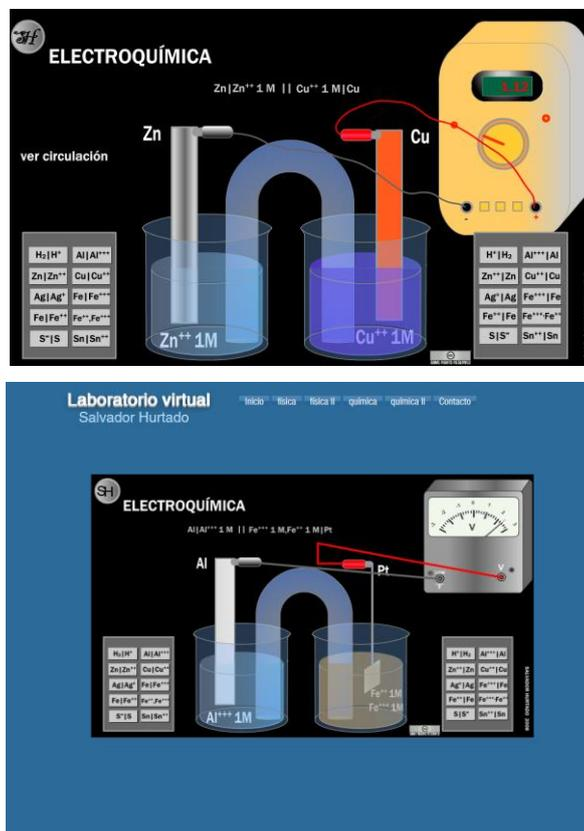

Figura 16: Laboratorios virtuales de pilas electroquímicas^{37,38}
- Esta actividad será desarrollada en el aula de informática durante la mitad de una sesión. Consistirá en el manejo de una serie de laboratorios virtuales (ver Figura 16)^{37,38} para trabajar con los componentes y montajes de una pila.